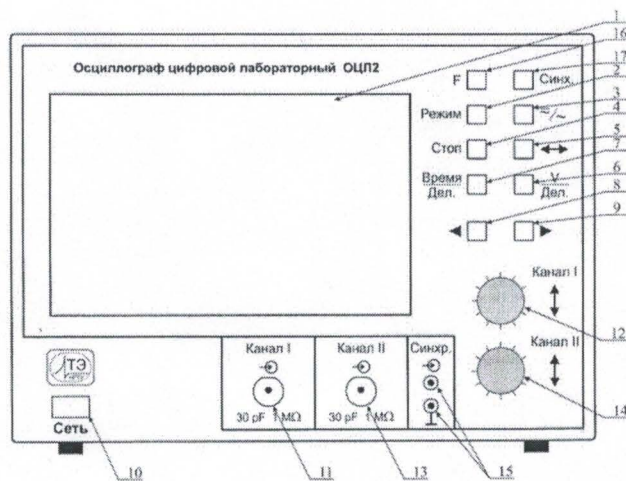

Рис. 2. Передняя панель лабораторного осциллографа
Передняя панель осциллографа приведена на рис. 2.
8. Для переключения режима нажмите кнопку 2 (рис.2). При этом должна высветиться надпись «Режим» в правой части экрана **ОЦЛ2**. Затем кнопками 8 или 9 (рис.2) выберите требуемый режим.
12. Для изменения коэффициента отклонения нажмите кнопку 6 («V/Дел.»). При этом высветится надпись «V/Дел.» того канала, который соответствует выбранному режиму работы. Если режим работы предполагает совместное использование двух каналов, то переход между выбором коэффициентов отклонения каналов осуществляется повторным нажатием кнопки 6 («V/Дел.»). Установить необходимое значение коэффициента отклонения для выбранного канала можно при помощи кнопок 8 или 9 (рис.2).
13. Для изменения времени развертки необходимо нажать кнопку 7 («Время/Дел.»). Изменения необходимо проводить при помощи кнопок 8 или 9 (рис.2).